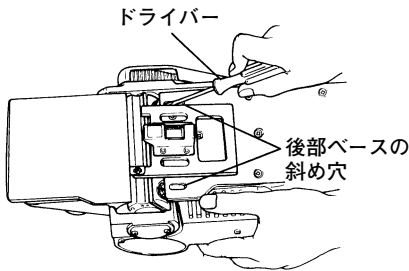

図 16
- (7) 付属のドライバーで後部ベースの斜め穴より、外側のボルト2本を最初は軽く、次に少し強く、くり返して仮締めします。(図16)